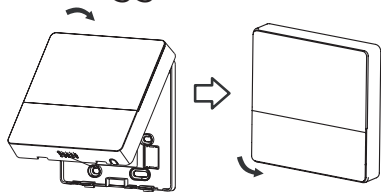

Fig. 3-12
- Dopo aver regolato le maiuscole e quindi allacciare le maiuscole; evitare di bloccare il cablaggio durante l'installazione. (Fig. 3-12)